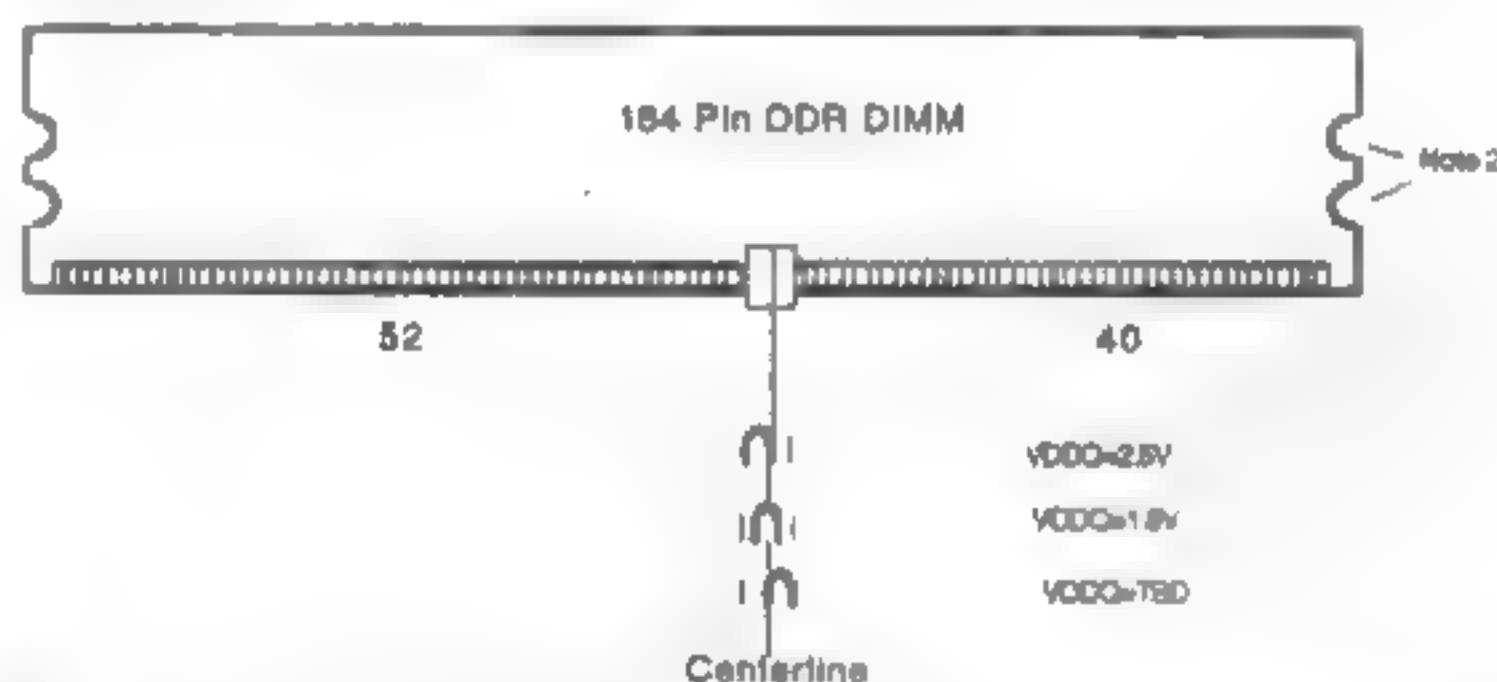

图5 DDR SDRAM内存的结构示意图
4)。另外,DDR SDRAM模组和SDRAM模组也有很大不同,当两者均为标准内存时,尽管他们的PCB板长度是相同的(为133.35mm),但它们的针脚数和分布情况都不相同。如图5所示,DDR SDRAM内存模组共有184Pin,分布于正反两面。内存板上有一插槽,左侧52Pin,右侧40Pin,此插槽可处于三种位置,分别代表不同的供电电压,如插槽靠左,表示采用2.5V的供电电压。近期内DDR模组都将采用2.5V供电电压。介绍到这里,想必大家已能很容易地分辨DDR SDRAM和SDRAM了。